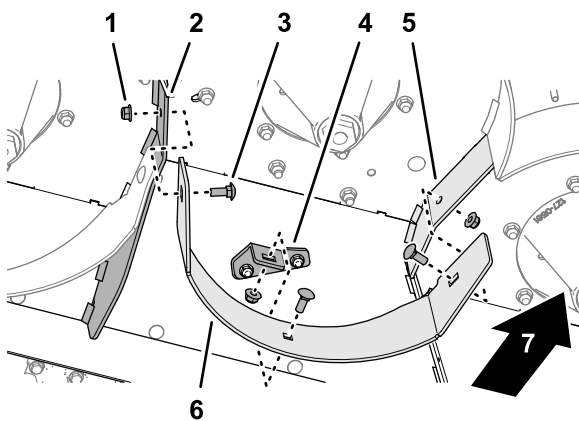

Figure 43
3. Sur le côté inférieur central du plateau de coupe, retirez les 3 boulons de carrosserie ($\frac{3}{8}$ " x 1") et les 3 contre-écrous à embase ($\frac{3}{8}$ ") qui fixent le déflecteur central au diviseur gauche, au support de déflecteur central/droit et au diviseur droit, et déposez le déflecteur central (Figure 43).